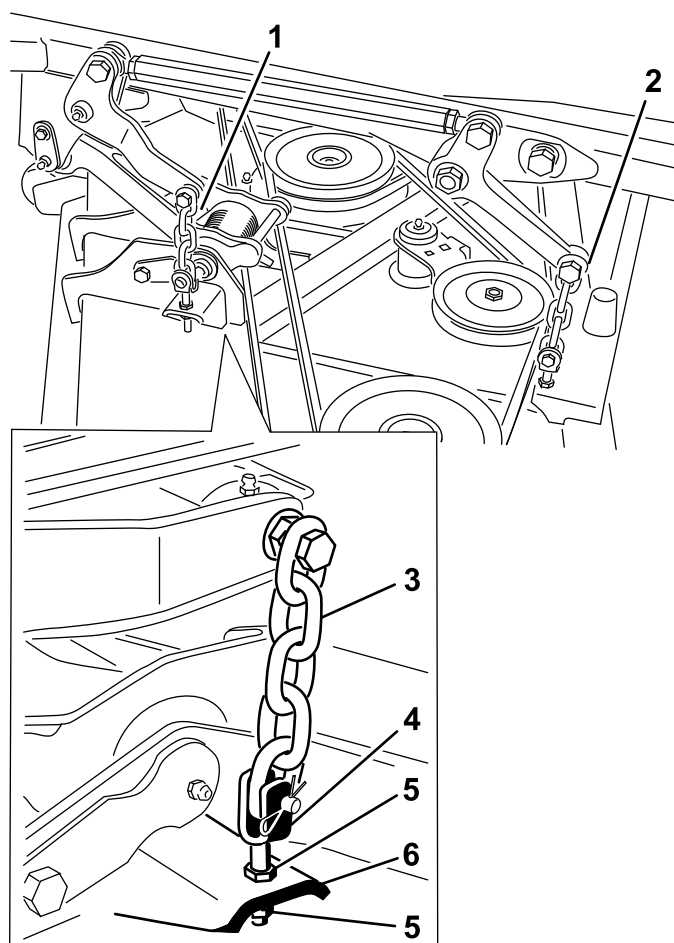

图 26
8. 调节将滚刀组轭/链条固定到剪草机的锁紧螺母直至滚刀组达到水平图 26。